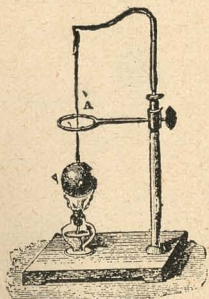

Fig. 75.—Pirómetro de S' Gravesande.
**7. Dilatación cúbica.—Anillo de S' Gravesande.**—Se demuestra la *dilatación cúbica* por medio del *anillo de S' Gravesande* (fig. 75). Este aparato se compone de un anillo metálico por el cual puede pasar libremente, á la tem-